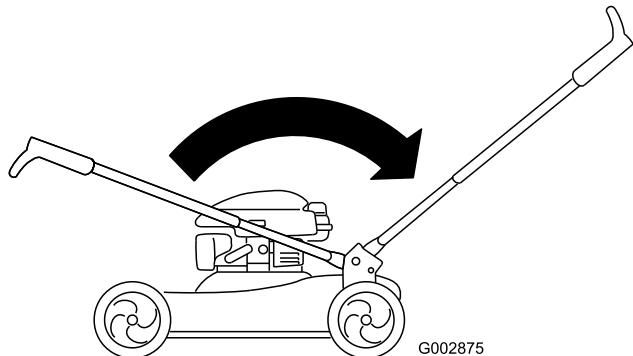

Figura 5
3. Gire el manillar hacia atrás (Figura 5) hasta que encaje en su lugar con un 'clic'.